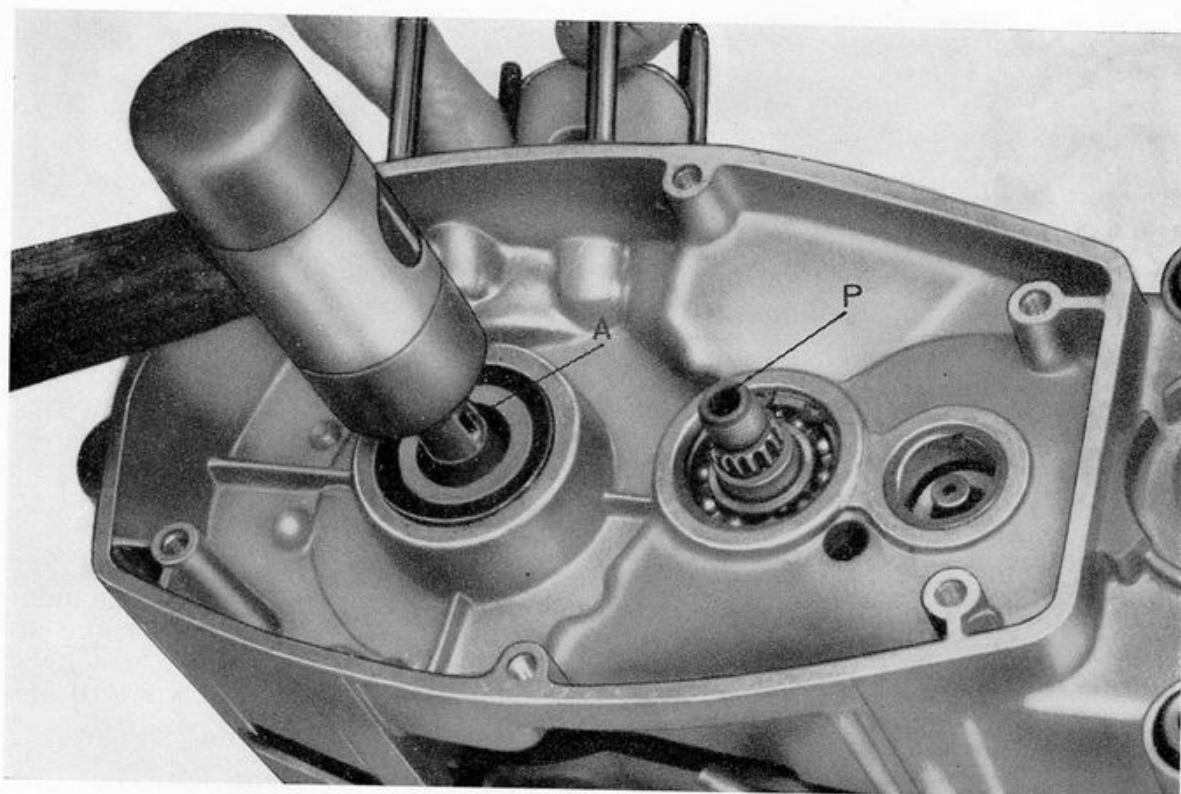

Fig. 8 - Come separare i due semicarteri.
- 12 Fig. 8 - Dal semicarter destro togliere le 9 viti (V2) di unione dei semicarteri e con mazzuola battere alternativamente sull'estremità dell'albero motore A e dell'albero primario P, sino ad ottenere la separazione dei due semicarteri.